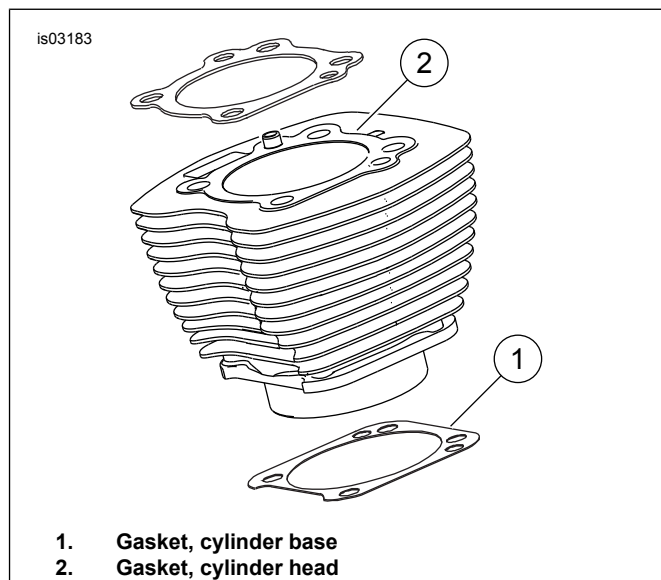

Figure 1. Mga Cylinder Gasket
- Tingnan ang Figure 1. Ang 103.1 mm (4.060 pulgada) na cylinder base gasket (1) at ang cylinder gasket (2) ay nagtatanggal sa pangangailangan ng mga O-ring. Huwag gumamit ng mga O-ring sa mga cylinder dowel o mga cylinder spigot.
- Kapag nagkakabit ng bagong base gasket (1), ikabit na ang naka-emboss na bahagi ay nasa baba at ang concave ay nasa taas.